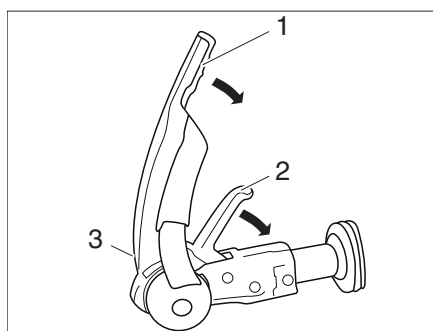

Fig. 1 Acoplamiento de seguridad AKS 3004
- Tirar de la palanca de estabilización (Fig. 1,1) hasta el tope superior.
- Tirar de la palanca de acoplamiento (Fig. 1,2) hacia arriba.
- Ejecutar control visual: El cilindro verde del indicador de seguridad (Fig. 1,3) debe estar visible.
- Activar el dispositivo de estabilización. Tirar de la palanca de estabilización (Fig. 1,1) hasta el tope inferior.